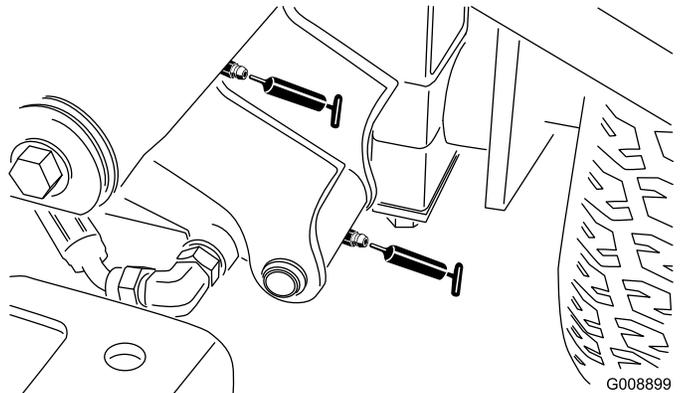

Figura 64
- Pivote y cilindro de elevación del brazo de elevación delantero izquierdo (2 engrasadores – Figura 64)